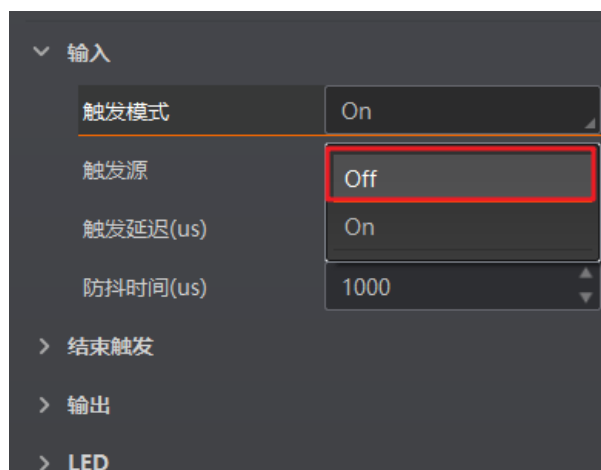

图8-3 关闭触发的方式
- 进入“输入输出”模块，在输入属性下将触发模式设置为“Off”，关闭触发模式，如图 8-3 所示。